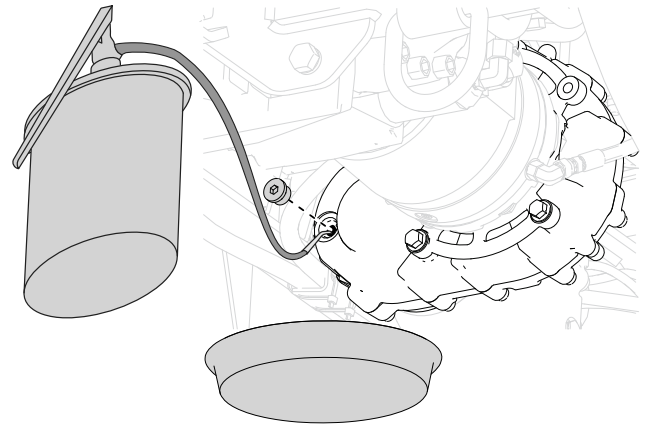

Figure 116
6. Versez 0,34 L (11,5 oz liq.) de l'huile spécifiée dans l'orifice de contrôle (Figure 116).